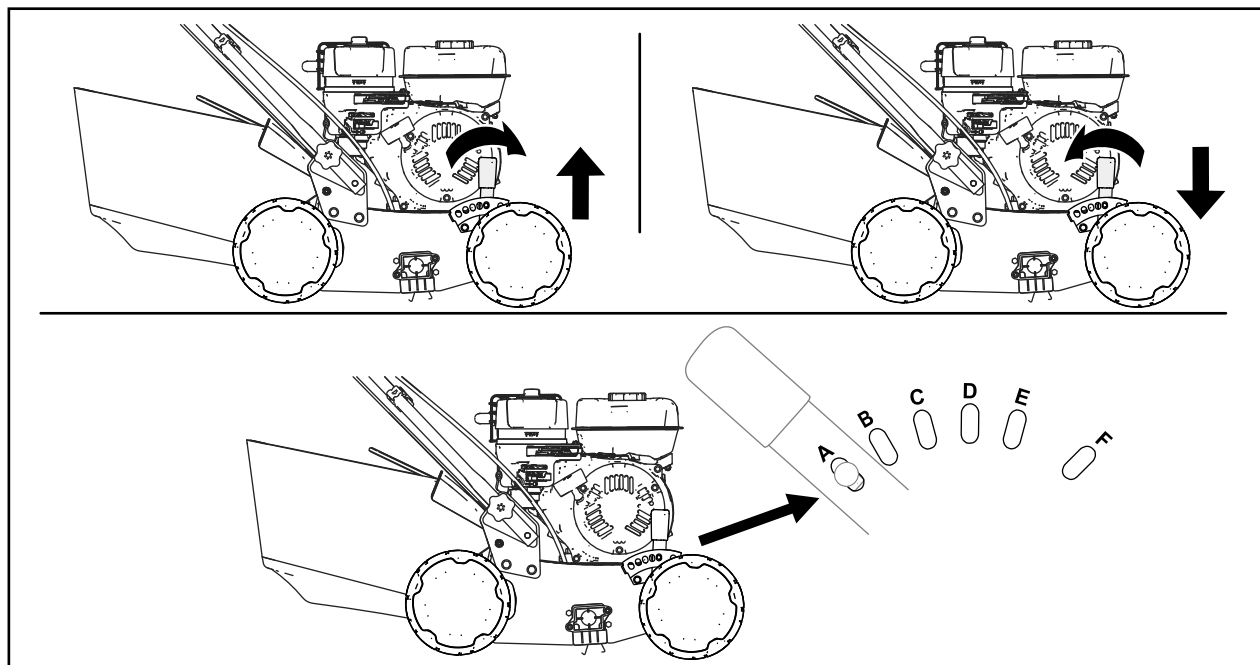

Figura 11
3. Pentru a regla adâncimea maximă de tăiere, reglați poziția manetei pentru adâncimea de tăiere împingând-o spre față i mutând-o într-o altă fantă (Figura 11).
- Adâncimea de tăiere variază în funcție de ansamblul arborelui pe care l-ați montat; consultați Figura 11 i tabelul următor.